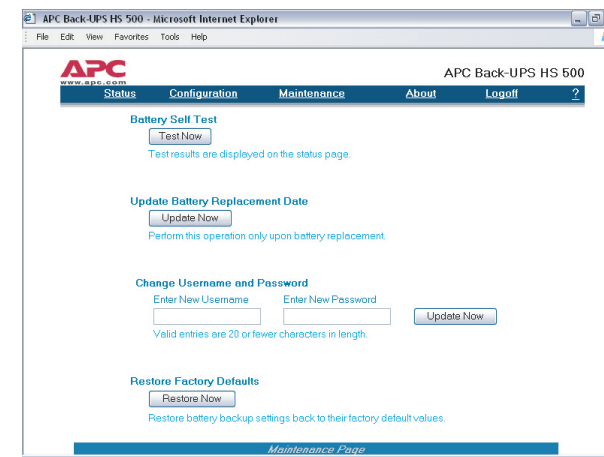

Рисунок 15. Окно страницы технической поддержки
14. Используя **Окно технической поддержки (Maintenance Screen)** (Рис. 15), можно осуществить самопроверку аккумулятора, получить обновленные данные о сроках его замены, а также сменить имя пользователя и пароль (как указано выше). После этого можно нажать либо кнопку **Update Now (Обновить)**, либо **Restore Factory Defaults (Восстановить настройки по умолчанию)**. **Примечание:** Для осуществления любого из описанных действий необходима предварительная регистрация на сайте.